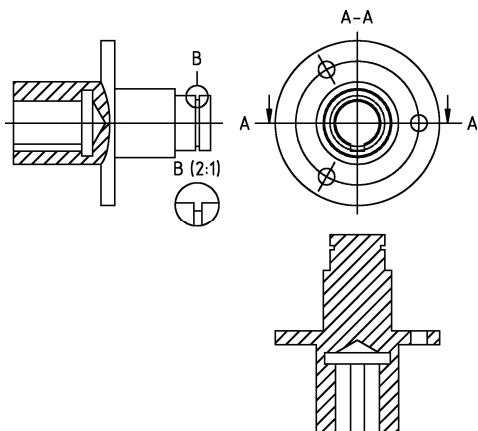

图 2-55 填充剖切线
17) 在“常用/图层”中选择“剖切线”图层, 使之成为当前图层。执行“填充”命令 (H), 选择图案为“ANSI31”, 比例为 1, 对“右视图”左边的局部剖切部分和“俯视图”分别进行填充。如图 2-55所示。